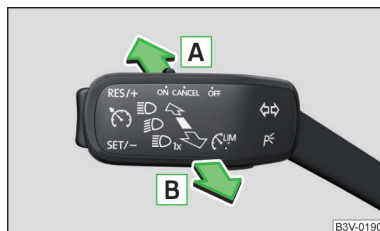

Abb. 54
- Zum **Einschalten** des Systems den Bedienungshebel in die gefederte Stellung **A** drücken » Abb. 54, im Display des Kombi-Instruments leuchtet die Kontrollleuchte auf.
- Zum **Ausschalten** des automatisch eingeschalteten Fernlichts den Hebel in die gefederte Stellung **B** drücken » Abb. 54, die Kontrollleuchte erlischt.
- Zum **manuellen Einschalten** des Fernlichts den Hebel in die gefederte Stellung **A** drücken » Abb. 54, die Kontrollleuchte erlischt.